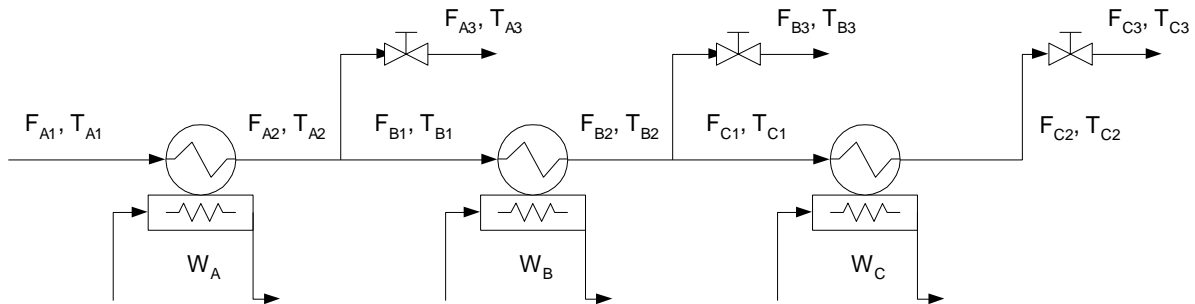

Figura 1: Sistema de calefacción y lecturas.
6. La Figura 1 muestra un sistema que utiliza electricidad para producir agua caliente a distintas temperaturas. En la Tabla 1, se indican las lecturas registradas por el sistema de adquisición de datos. Los caudalímetros tienen una desviación estándar igual a 0.5 l/s. Suponiendo que el sistema está en estado estacionario, realice una estimación de los valores reales de los caudales (no considere las temperaturas).